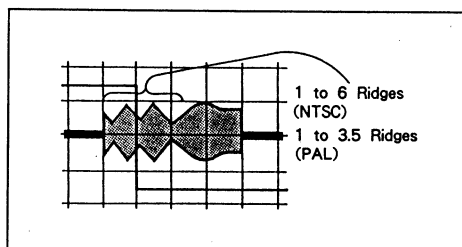

Abb. 2.30
- 2) Überprüfen Sie, ob die Signalform an der Eingangsseite 1 bis 3,5 Spitzen (PAL) hat. Falls nicht, führen Sie folgende Einstellungen durch (siehe Abb. 2.30).